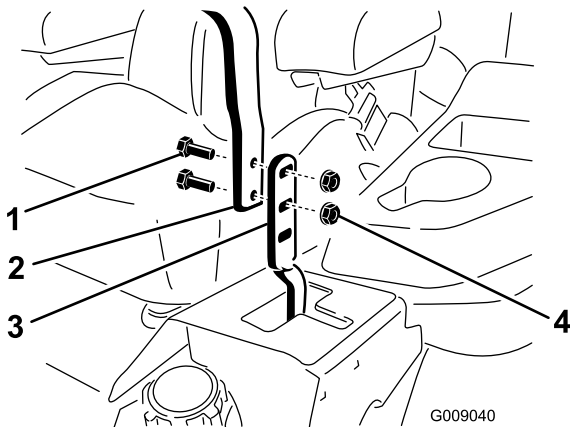

Bild 79
3. Lösen Sie die Schrauben und die Bundmuttern, die in den Hebeln installiert sind (Bild 79).